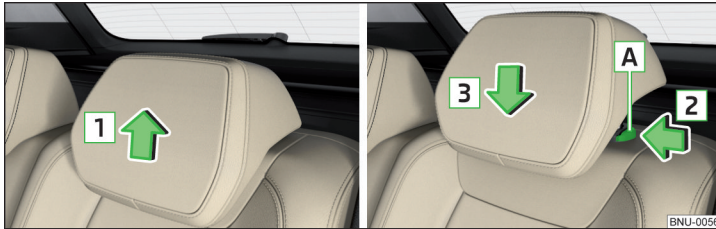

Abb. 96 Höhe der Kopfstütze hinten einstellen
- › Die Stütze fassen und **nach oben** in Pfeilrichtung **1** verschieben » Abb. 96.